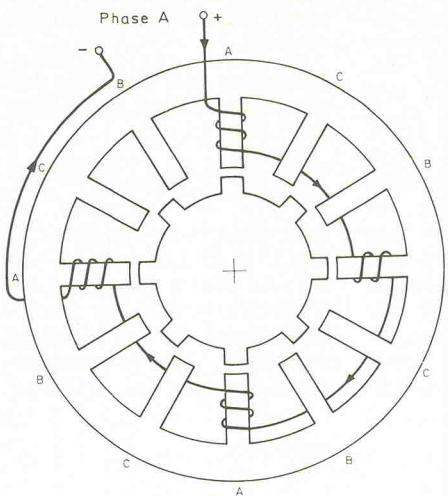
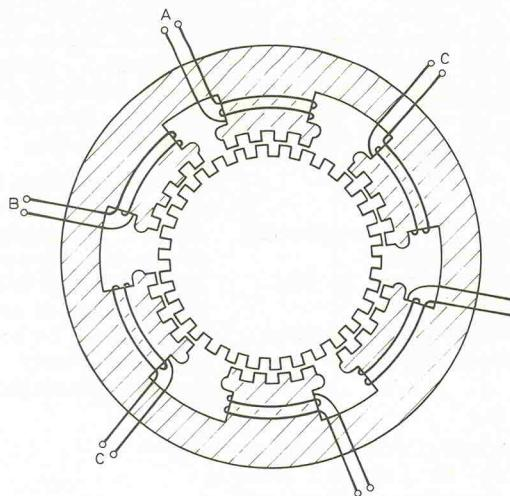

Bild 15. VR-Motor mit erhöhter Polzahl.
Bild 16. VR-Motor mit genutetem Rotor und genuteten Rotorzähnen.
- Erhöhen der Polzahl (mit oder ohne Erhöhen der Phasenzahl), Bild 15
- Nuten der Polschuhe, Bild 16
Der Rotor des Motors in Bild 15 dreht sich nach wie vor um die Hälfte (bzw. 1/4 bei Halbschrittbetrieb) der Statorzahnteilung, die sich allerdings gegenüber Bild 14 entsprechend verfeinert hat. In Bild 16